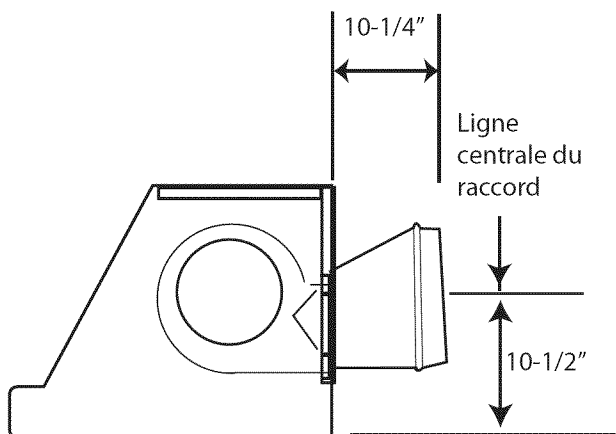

Figure 7 : Ligne centrale du raccord pour débouché horizontal
Le raccord fourni avec la hotte assure la connexion avec le conduit standard circulaire de 10". La Figure 7 montre le raccord installé pour utiliser le débouché horizontal.
- Avant de suspendre la hotte, installez le raccord (Figure 7). Fixez le raccord en place à l'aide de deux vis à tôle fournies (no 8 x 3/8) et scellez avec du ruban, conformément à tous les codes en vigueur.